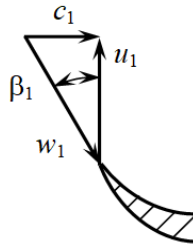

Рис. 1. Треугольник скоростей газа на входе в рабочее колесо компрессора
2. При частоте вращения ротора $n = 160\,000$ об/мин абсолютная скорость воздуха на входе в лопатки центробежного компрессора равна $c_1 = 140$ м/с. Определить относительную скорость воздуха на входе в лопатки компрессора на диаметре колеса на входе, $d = 37$ мм, а также угол между вектором относительной скорости и вектором окружной скорости. Схема течения (треугольник скоростей) воздуха на входе в колесо показана на рис. 1.